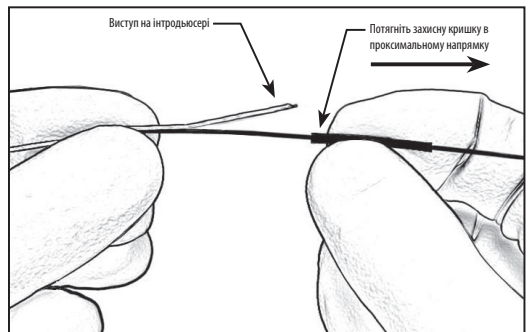

Рисунок 3. Потягніть захисну кришку в проксимальному напрямку
16. Тримайте пристрій дистальніше захисної кришки і потягніть захисну кришку у проксимальному напрямку, щоб відкрити виступ на інтродьюсері. Див. рисунок 3.